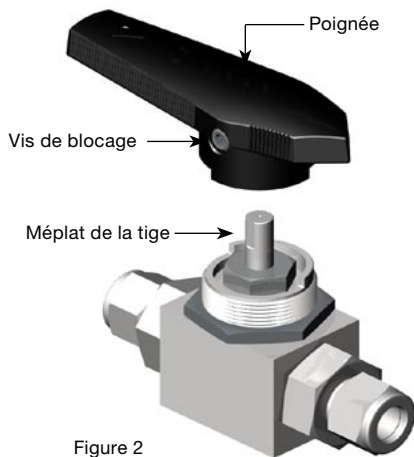

Figure 2
1. Desserrez la **vis de blocage** de la poignée (figure 2).
5. Tout en maintenant le **support supérieur** contre la **poignée**, tournez la poignée à l'*endroit* et installez-la sur la tige de vanne, de sorte à placer la **vis de blocage** sur le **méplat de la tige** (figure 2).